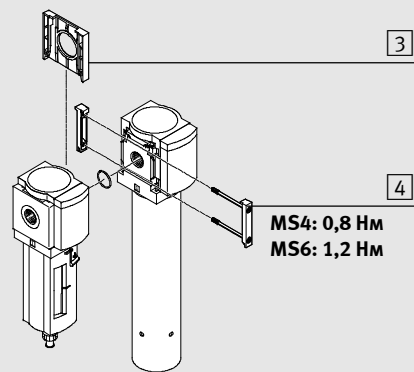

Рис. 2
3. Поместите соединители модуля MS...-MV 4 в пазы MS...-LDM1-... и соседнего модуля подготовки воздуха. При этом между модулями подготовки воздуха требуется поместить уплотнение (см. рис. 2).